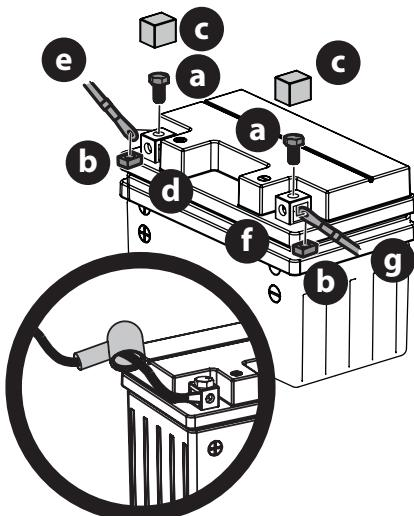

Figure 14
1. Retirez les boulons hexagonaux (a) et les écrous carrés (b) situés à l'extrémité du faisceau de fils électrique ou dans le sac avec ce manuel. Gardez la quincaillerie pour utilisation ultérieure (Figure 14).
2. Enlevez le couvercle en plastique (c), si équipé, de la borne positive (d) de la batterie et attachez le câble rouge (e) à la borne positive (b) de la batterie avec le boulon (a) et l'écrou carré (b) retirés à l'étape 1. Utiliser un tournevis Philips (Figure 14).
3. Placez la gaine en caoutchouc rouge au-dessus de la borne positive de la batterie pour aider à la protéger contre la corrosion (encadré de la Figure 14).
4. Enlevez le couvercle en plastique (c), si équipé, de la borne négative de la batterie (f) et attachez le câble noir (g) à la borne négative de la batterie (f) avec le boulon (a) et l'écrou carré (b) (Figure 14).